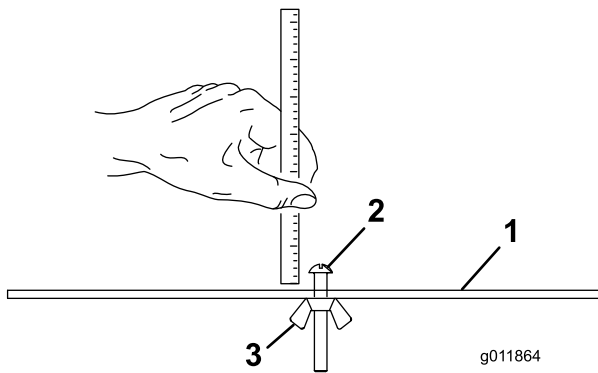

图 15
2. 松开调刀尺上的螺母 图 15 并将调节螺栓设定为所需的剪草高度。